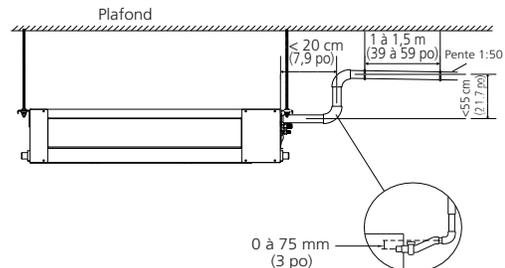

Figure 15 – Tuyauterie d'évacuation de condensat avec pompe
- Le point culminant de la tuyauterie de condensat doit se trouver le plus près possible du module (consultez la figure 15).